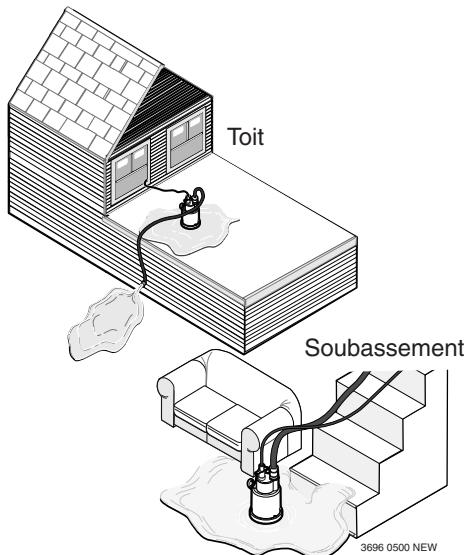

Figure 1: Installation type.
1. Installer la pompe sur une surface dure et plane. S'assurer que la pompe ne peut pas aspirer de roches, de boue, de débris, etc. Au besoin, poser une cale sous la pompe pour la lever légèrement. Se reporter à la Figure 1.